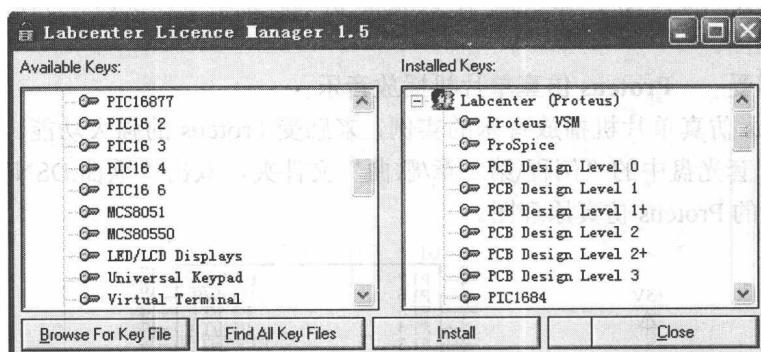

图 2-1 Proteus 7.2 安装
- (1) 先安装 Proteus 7.2 文件夹里的 setup72.exe，一直“下一步”就可完成安装。
- (2) 选择“开始→程序→Proteus 7 Professional→Licence Manager→Browse For Key File”进行浏览，选择 72sp2patch 文件夹里的“72sp2patch→Labcenter_LICENCE.lxk”，单击图 2-1 所示的左框，使“Install”按钮有效→单击“Install”→选择“是(Y)”→“关闭”。